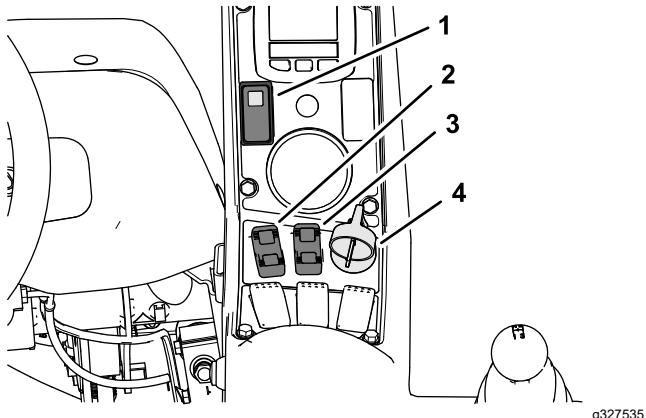
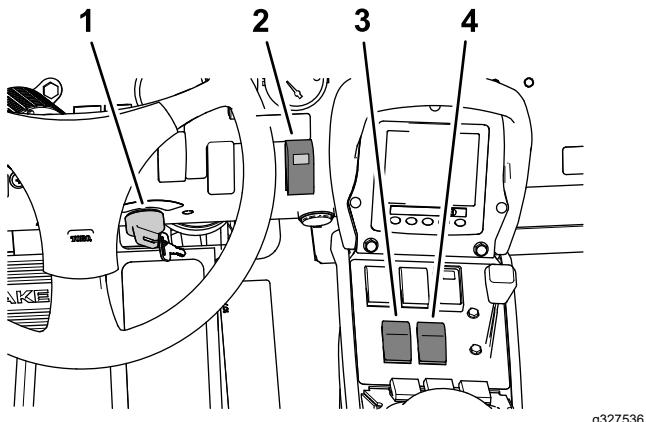
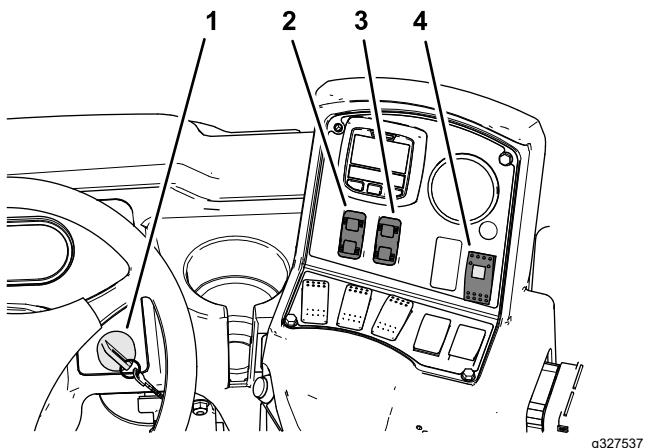

Figure 41
Figure 42
Figure 43
- Placez l'interrupteur des rampes soniques en position MARCHE (Figure 41, Figure 42 ou Figure 43).